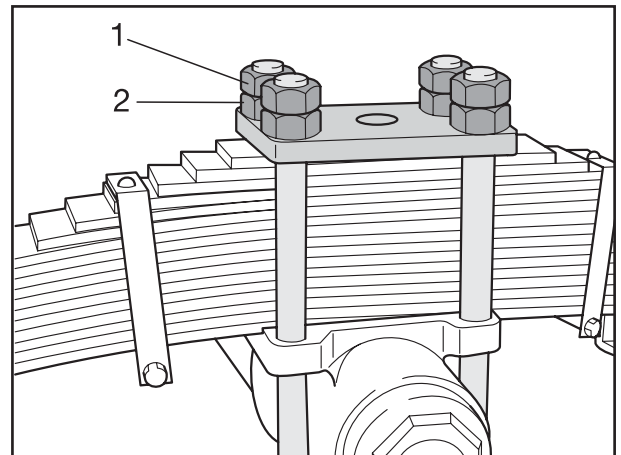

Fig. 10
- [15] Federbügel am Federlager einsetzen, Platte auflegen. Muttern (Fig. 10/2) mit dem vorgeschriebenen Anziehdrehmoment gleichmäßig und wechselseitig festziehen und mit Kontermuttern (Fig. 10/1) sichern.
[15] Insert the trunnion U-bolt on the spring hanger and place the top plate in position. Tighten the nuts (Fig. 10/2) uniformly and evenly to the specified torque and secure them with lock nuts (Fig. 10/1).
[15] Insérer les brides de ressort dans le palier de ressort. Poser la plaque. Serrer les écrous en alternance de manière uniforme (fig. 10/2) au couple de serrage prescrit, voir chapitre 1, et les bloquer à l'aide de contre-écrous (fig. 10/1).